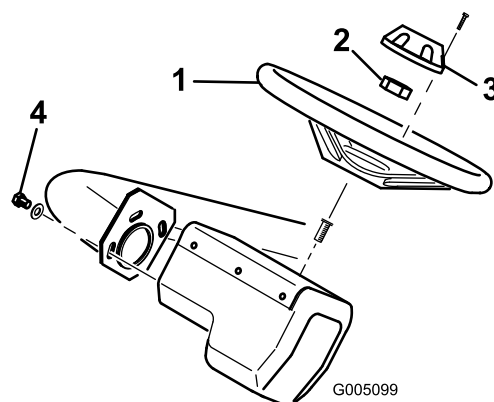

Figura 7
1. Fate scorrere il volante sul piantone dello sterzo e fissatelo con un controdado (Figura 7). Serratelo a 43 Nm.
2. Montate il coprimozzo con l'aiuto della vite (Figura 7).